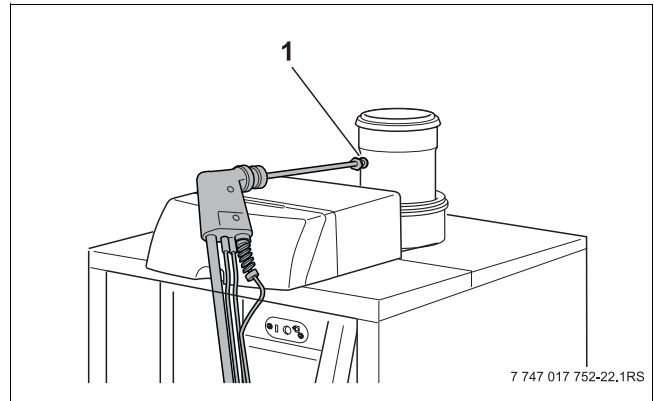

Fig. 41 Point de mesure des fumées
- Mesurer la teneur en monoxyde de carbone au point de mesure des fumées (→ fig. 41, [1]).